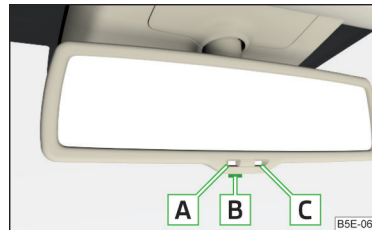

Abb. 59 Innenspiegel mit automatischer Verdunkelung - Variante 2
**Spiegel mit automatischer Verdunkelung - Variante 2** » Abb. 59